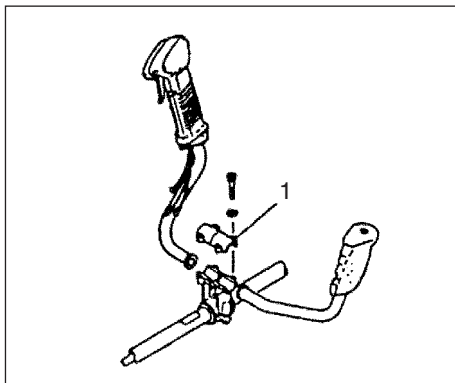

Fig.1-3
Afmonter håndtagsbeslaget (1) fra samlingen (fig. 1-3).